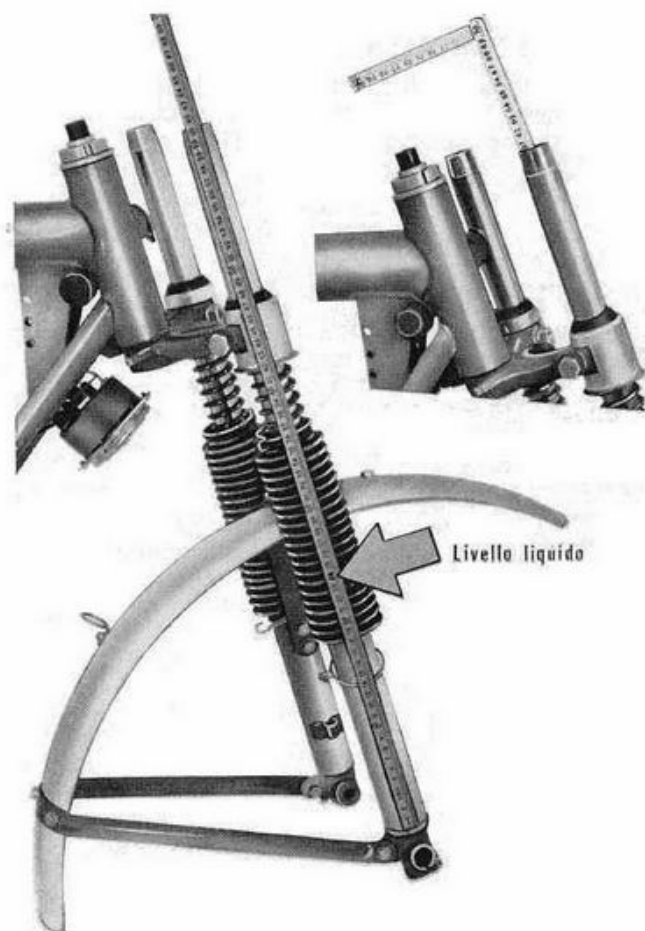

Fig. 80
- immettere nei bracci della forcella il liquido per ammortizzatori dopo aver avvitato i tappi di scarico (A) con guarnizione dai fori
per tappi di immissione (B) vedere fig. 79. Quantità di olio da immettere litri 0,125 per braccio, si consiglia "Shell Tellus 33" o similari. Per il controllo del liquido nei bracci forcella, occorre infilare un metro nei suddetti bracci ed accertarsi che il suddetto metro venga infilato fino a cm 61, levare quindi il metro ed accertarsi che il livello del liquido si trovi a circa 24 cm, se non fosse a livello aggiungerne della medesima qualità (vedere fig. 80);